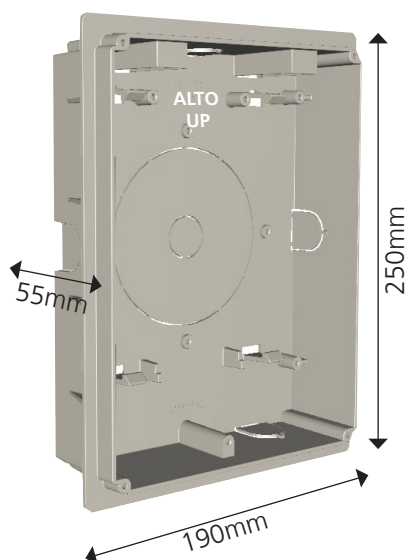

fig. 2
- Dimensioni della cassaforma 250mm x190mm x 55mm (fig.2)
- Rispettare il senso di orientamento (fig.2).
- Dimensions du cadre 250mm x190mm x 55mm (fig.2)
- Respecter le sens d'orientation (fig.2).
- Installation box dimensions: 250mm x190mm x 55mm (fig.2)
- Pay attention to the orientation (fig.2).
- Abmessungen der Schalung: 250 x 190 x 55 mm (Abb. 2)
- Die Ausrichtung beachten (Abb. 2)